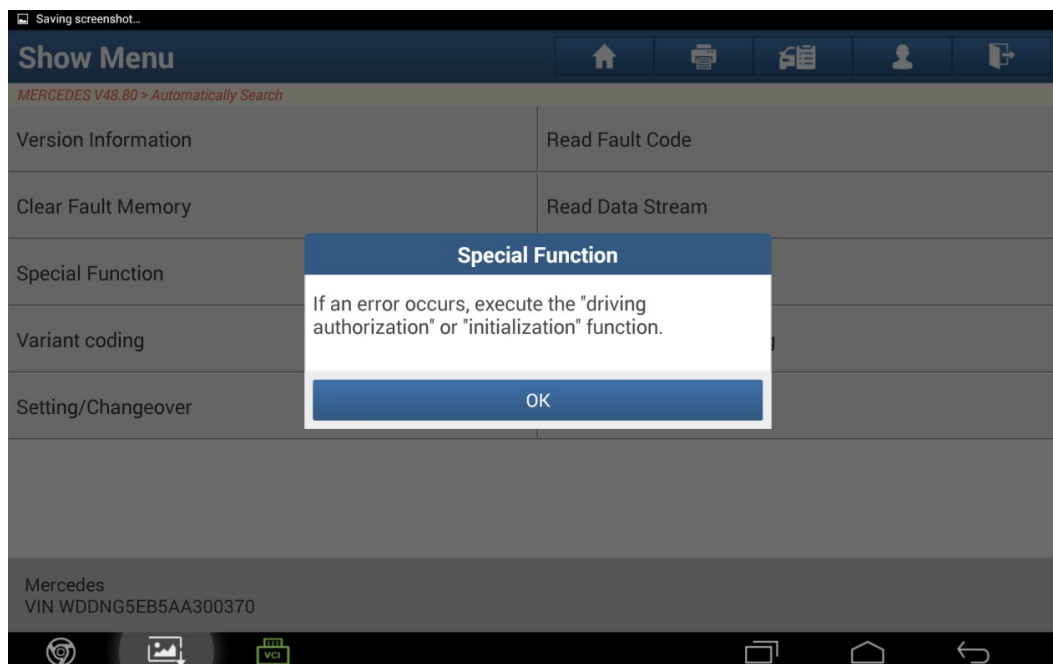

Fig. 27
27. Se non è possibile avviare il motore dopo aver completato la codifica, accedere alla funzione speciale ed eseguire la funzione "driving license" o "inizializzazione". Vedere la Fig. 27;